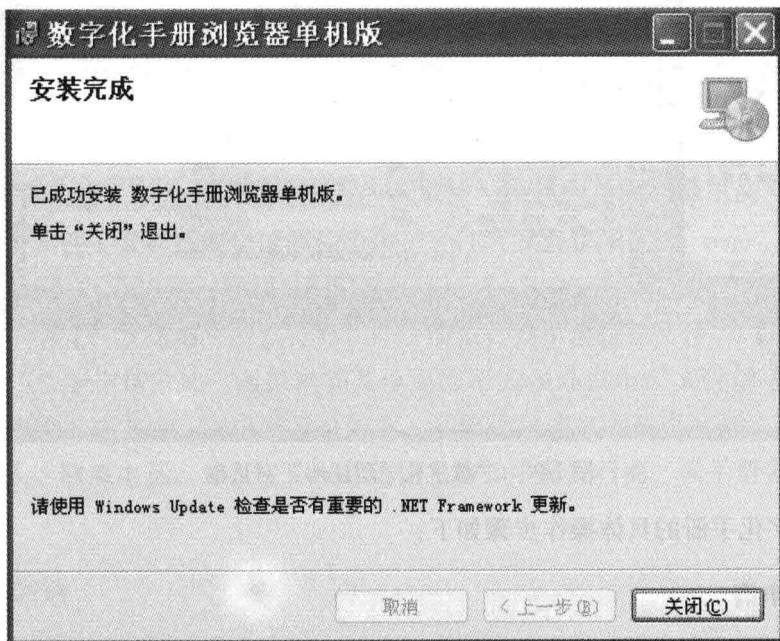

图 1-8 “安装完成”窗口
8) 当安装成功结束后, 安装向导显示图 1-8 所示的“安装完成”窗口, 提示用户系统已正确安装完成。单击“关闭”按钮, 完成安装。